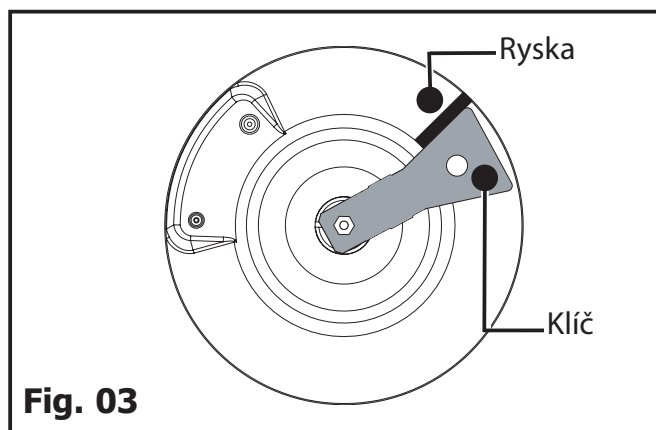

Fig. 03
Pro připojení ke stávajícímu rozvodu můžete použít elastickou hadici opatřenou svorkami (podle normy XP D 36-110) s životností 5 let. V takovém případě je nutné použít koncovku a mezi tuto koncovku a koleno varné desky vložit plynotěsnicí kruhovou podložku (Fig. 03).
- Utáhněte klíč ve směru hodinových ručiček, až se nakreslená čára objeví na druhé straně klíče (Fig. 03).